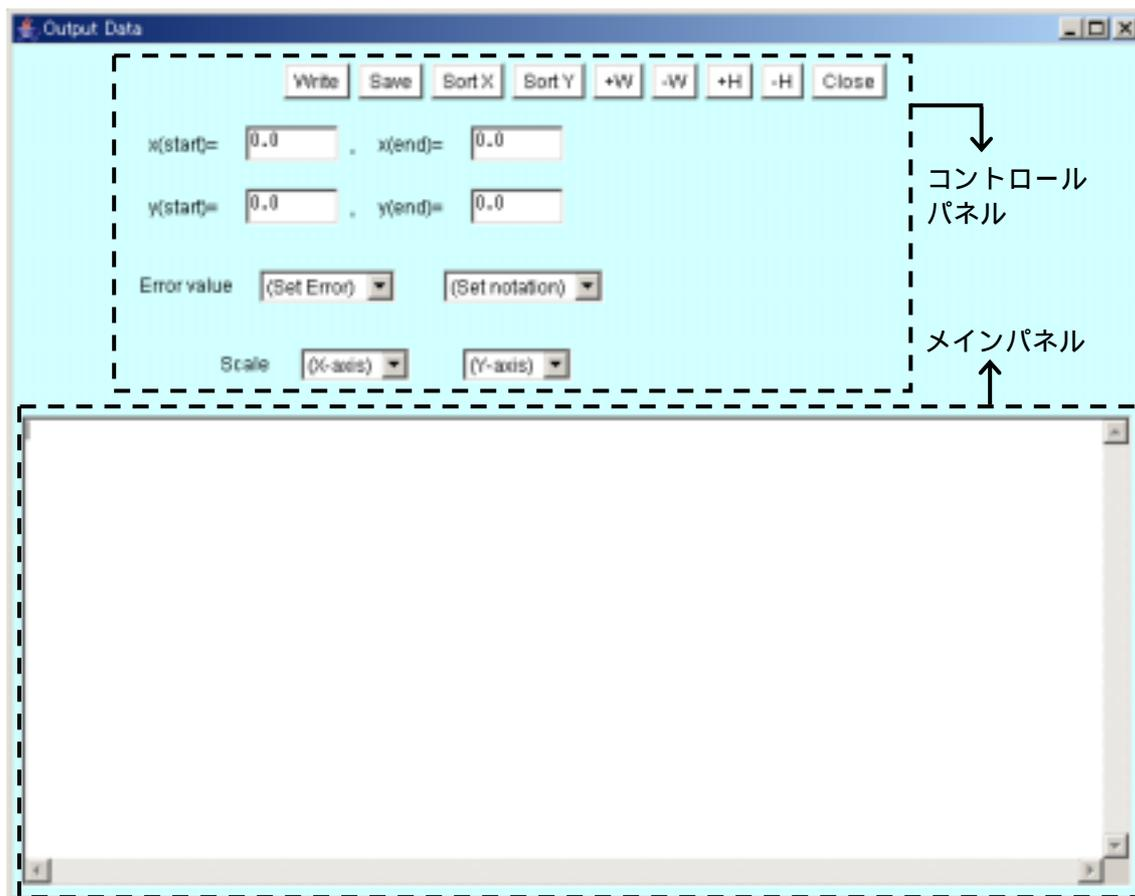

図 7 数値データ出力ウィンドウ。ウィンドウの上部がコントロールパネル、下部がメインパネルになっている。
- 1) 実際の実験データ等の数値を出力するには、全てのデータ点を読み取った後、“Data” ボタンをクリックし、数値出力用の別ウィンドウを表示させる。出力ウィンドウは図 7 に示すように 2 つの部分で構成され、上部はコントロールパネル、下部は数値データを表示するメインパネルである。メインパネルの幅は “+W”、“-W” ボタンで、高さは “+H”、“-H” ボタンで調整できる。